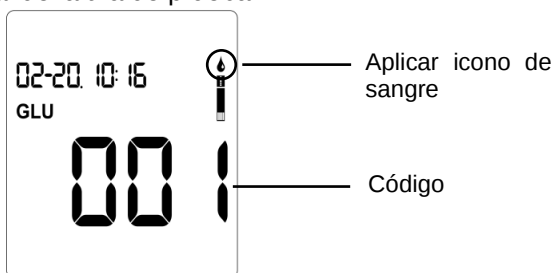

Fig. 5.29
- 3) El número del código de prueba aparece en el medidor. La pantalla y el icono Aplicar sangre parpadearán (consulte la Fig. 5.29). Asegúrese de que el número de código que aparece en el medidor es el mismo que el impreso en el paquete de tiras de prueba. Toque la muestra de sangre con la punta de aplicación de muestra al final de la tira de prueba.